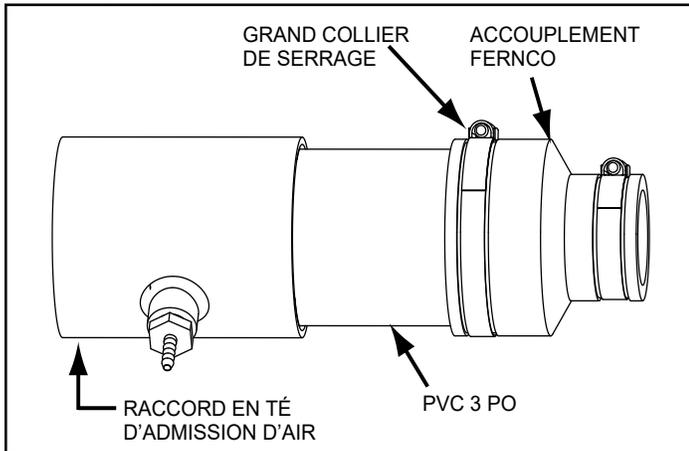

Figure 16. Tuyau de raccordement d'admission d'air
3. Desserrer le grand collier de serrage sur l'accouplement Fernco qui raccorde le tuyau de raccordement d'admission d'air au souffleur de combustion. Voir *Figure 16*.